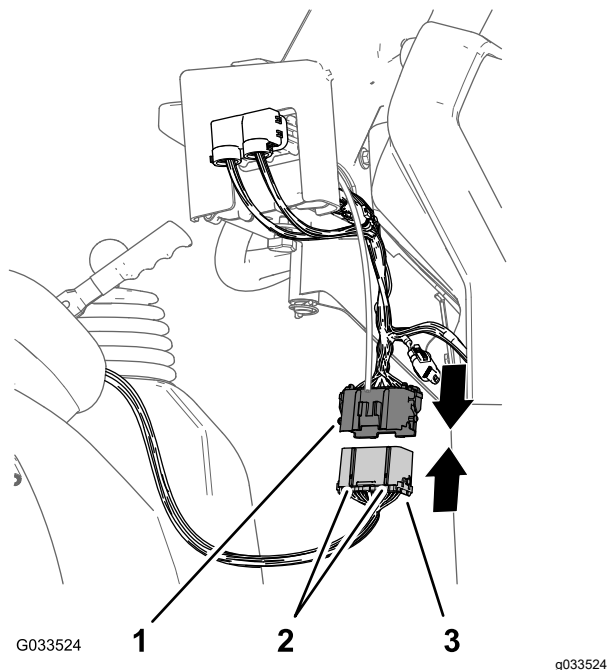

图 23
1. 将打药机后线束的 38 针接头的 2 个键与连接到控制台的前线束的 38 插槽接头的 2 个键槽对准图 23。
2. 将后线束接头插入前线束接头直到接头门锁牢固地卡在一起图 23。